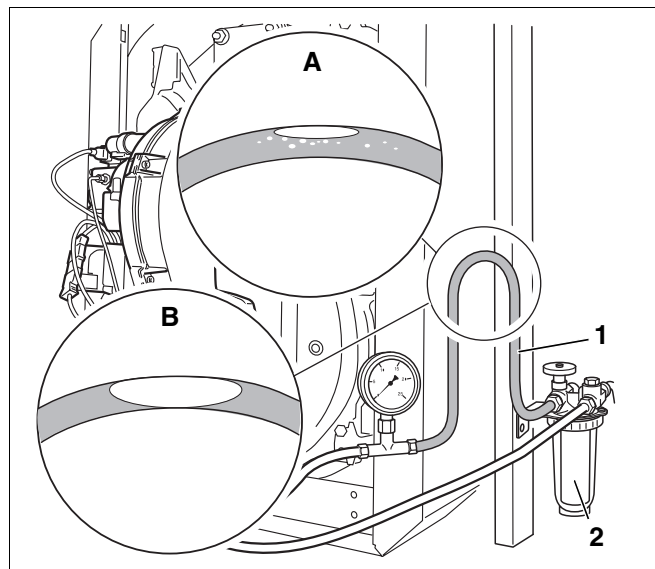

Abb. 42 Transparenten Schlauch hochbinden
- Transparenten Schlauch (Abb. 42, **Pos. 1**) in die Saugleitung hinter dem Ölfilter (Abb. 42, **Pos. 2**) einbauen.
- Eine Schlaufe des transparenten Schlauchs in der gezeigten Weise (Abb. 42) hochbinden.
- Sichtkontrolle der sich ansammelnden Luftmenge (Abb. 42, **Lupe A und B**).
Wenn sich lediglich eine geringe Luftmenge an der höchsten Stelle der Schlaufe (Abb. 42, **Lupe A**) sammelt, ist die Ölleitung ausreichend dicht.
Bei größeren Luftblasen (Abb. 42, **Lupe B**) sind die Saugleitung und/oder die Anschlüsse undicht.